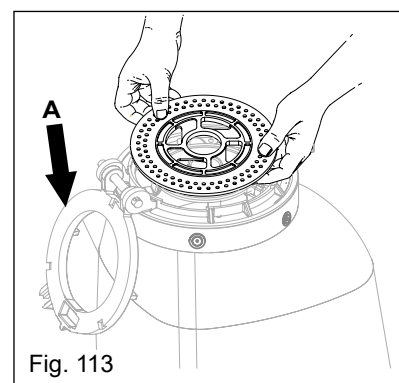

Fig. 113
f) Faça a substituição ou troca do disco, observando que a descrição existente nos discos semeadores, "ESTE LADO PARA BAIXO" deve ficar voltada para a base do disco (Fig. 113).